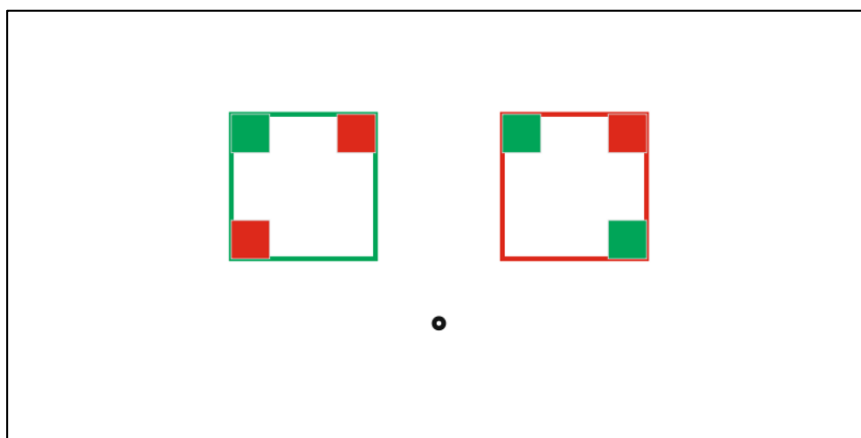

Рис. 1. Начальное расположение кубов
В трех углах квадратных зон случайным образом расположены объекты для перемещения, так что один из них находится в своей зоне, а два других из другой зоны. Пример начального состояния полигона приведена на рис. 1.
6. Рекомендуемый внешний вид полигона приведен на рис. 1.